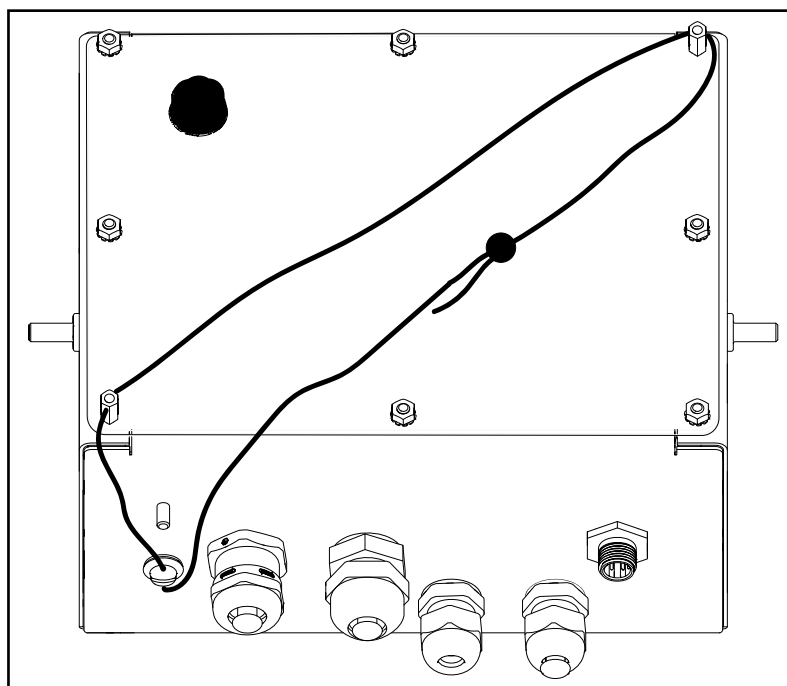

Figure 2-6. Scellage de l'indicateur
1. Faire passer le plomb à sceller à travers les vis à tête cylindrique sur la plaque arrière puis à travers la vis à tête cylindrique au bas de l'indicateur, comme indiqué sur la Figure 2-6.